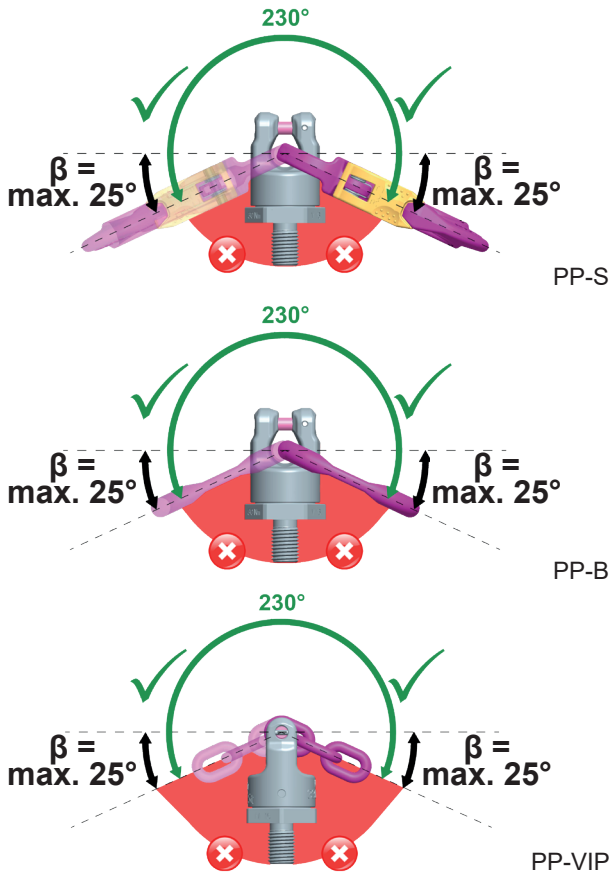

Fig. 5: Area di rotazione/area di carico $\beta = \text{max. } 25^\circ$ di angolo negativo.
- La campanella/il gancio/la catena VIP dei PP, durante l'uso, possono inclinarsi di 230° (vedi Fig. 5). Per garantire la portata e il funzionamento (consulta la Tabella 4), quando il punto di sollevamento è fissato lateralmente al carico l'angolo negativo di inclinazione della campanella/gancio/catena VIP non deve superare i 25° (vedi Fig. 5).